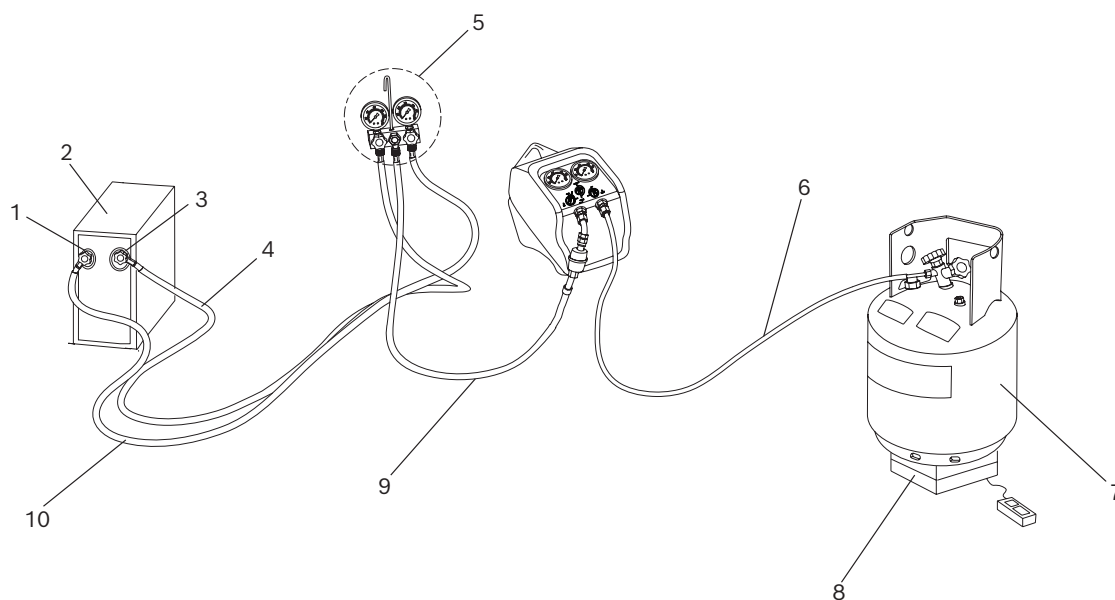

Fig.3: Recuperación normal
3. Conecte el RG4.0 al sistema al que se está dando servicio según la Fig. 3.